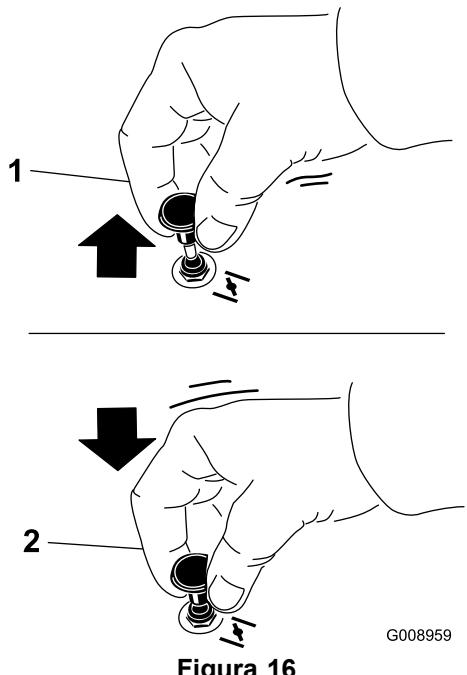

Figura 16
2. Tire hacia arriba del mando para activar el estárter antes de girar la llave del contacto (Figura 16).
3. Presione hacia abajo el control del estárter para desactivar el estárter después de que el motor arranque (Figura 16).